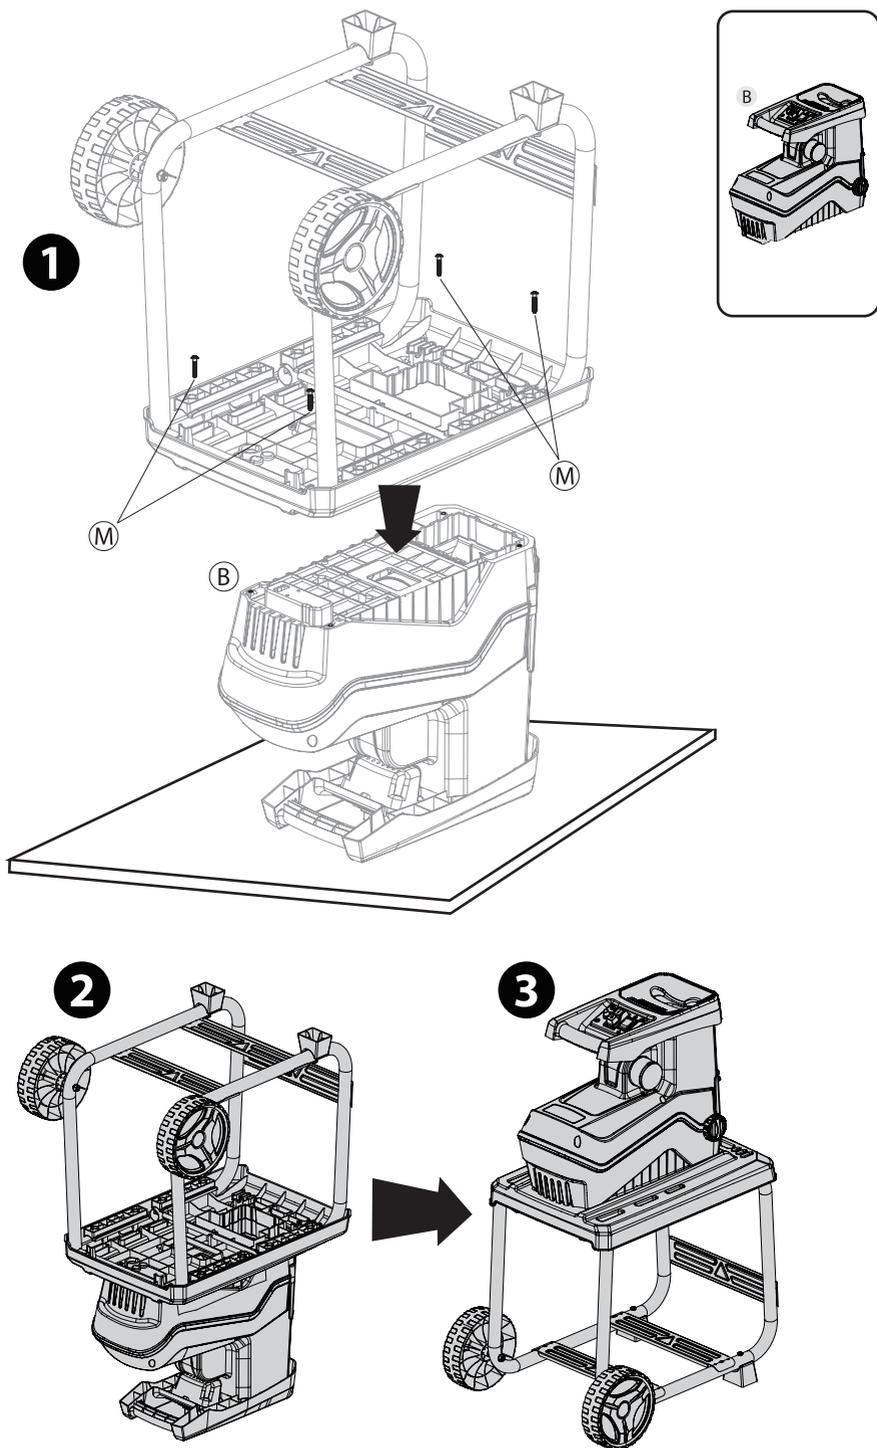

Рис. 4
5. Прикрепите основную раму к верхней части корпуса с помощью 4 винтов **М** (Рис. 4).